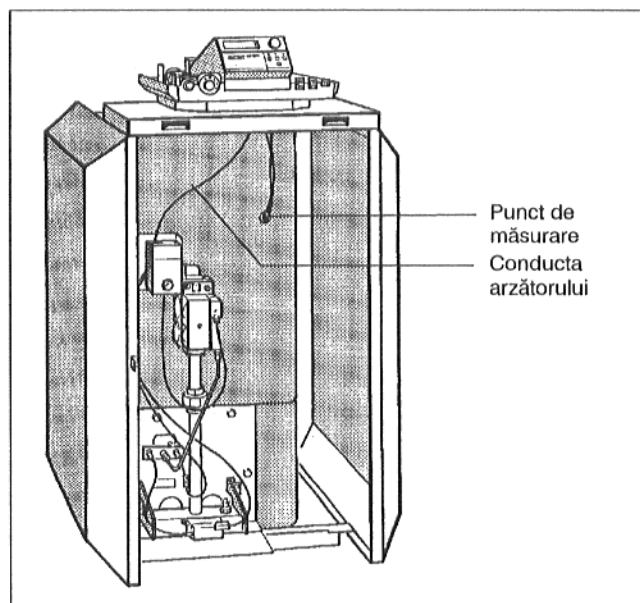

Fig. 16: Partea anterioară a cazanului
- Tuburile capilare ale senzorului de temperatură și, în cazul reglării "ecomatice", conducta senzorului de temperatură a apei din cazan, se aduc în față de sub capota din față a cazanului la punctul de măsurare. Să se deruleze numai la lungimea necesară (Fig. 16).
- Se aduce conducta arzătorului, la cazanul G124 XV și conducta de racordare a pompei de sub capota din față a cazanului în spate către partea de racord a aparatului de reglare (Fig. 16).